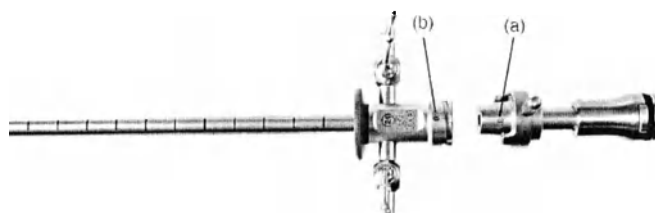

Рисунок 5: Установка перемычки в тубус цистоскопа
1. Совместить отметку «0» на перемычке (а) с отметкой «0» на тубусе цистоскопа (б) и вставить перемычку в тубус цистоскопа (см. Рисунок 5).